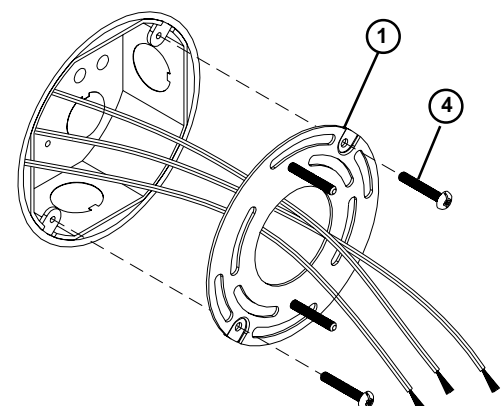

Figure 3
**3. With the power turned off at circuit breaker box,** position Mounting Plate (1) near the junction box and feed supply wires through center hole, position with installed Screws aligned **vertically** (after mounting) and threads facing outward. Secure using Screws #8-32x1-1/8" (2) provided. **See Fig 3.**
**3. Con la electricidad apagada en caja de cortacircuitos,** coloque la Placa de Montaje (1) cerca de la caja de ensambladura y meta los alambres de suministro de electricidad por el agujero de centro, coloque con los Tornillos instalados alineados verticalmente (después de montaje) y las roscas mirando hacia afuera. Asegure usando Tornillos #8-32x1-1/8" (2) proporcionados. **Vea Fig. 3.**